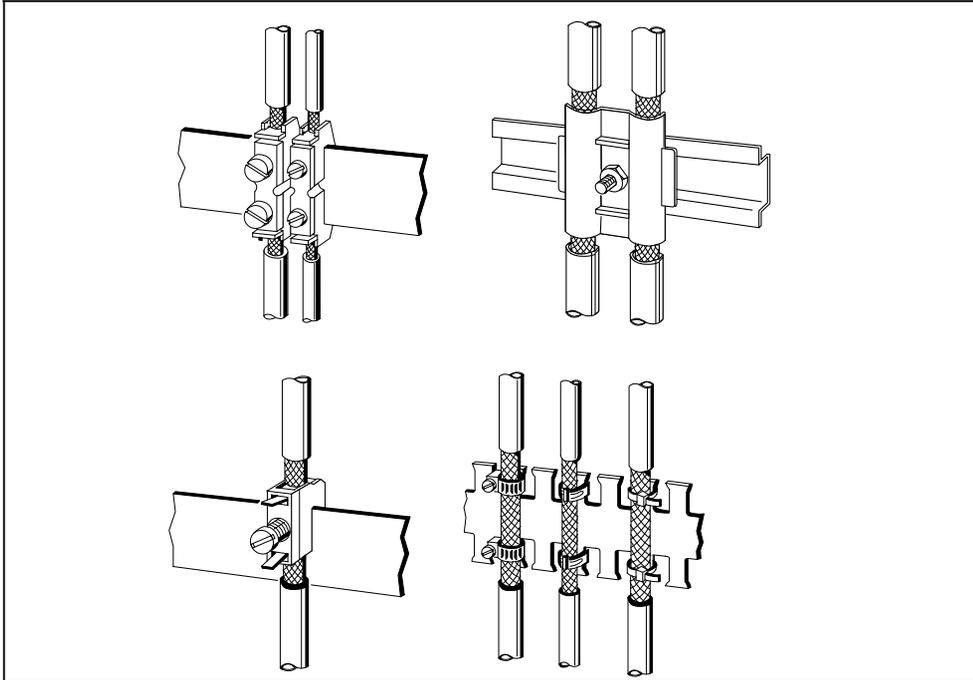

Bild 3.55 Befestigen von geschirmten Leitungen mit Kabelschellen und Schlauchbindern
- Benutzen Sie zur Befestigung der Schirmgeflechte Kabelschellen aus Metall, Die Schellen müssen den Schirm großflächig umschließen und guten Kontakt ausüben (→ Bild 3.55).